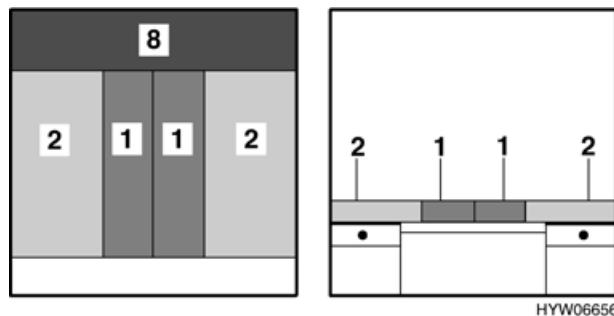

Fig. 46 Dopo la trasformazione
- Posizionare i due cuscini dello schienale (Fig. 46,1) al centro.
- Piazzare i cuscini aggiuntivi (Fig. 46,8) tra i cuscini dello schienale/divano e la parete.